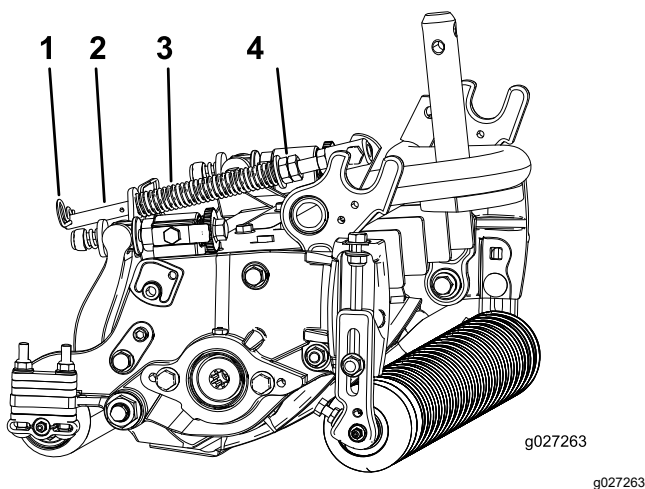

Figura 14
1. Certifique-se de que o contrapino do gancho está instalado no orifício traseiro na haste da mola (Figura 14).
comprimento da mola em compressão seja de 12,7 cm; consulte a Figura 14.